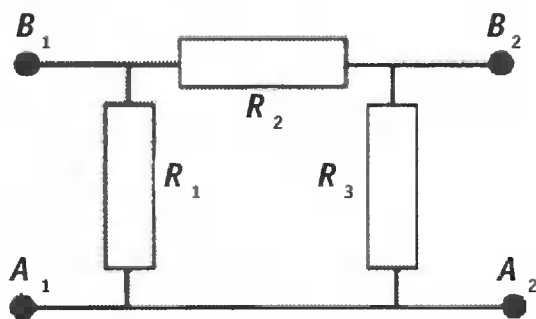

Рис. 5
10. Три резистора включены в электрическую цепь, показанную на рис. 5. Если между точками  $A_1$  и  $B_1$  подать напряжение 30 В, то напряжение на сопротивлении  $R_3$  окажется равным 15 В. Если напряжение 60 В подать между точками  $A_2$  и  $B_2$ , то напряжение на сопротивлении  $R_1$  окажется равным 30 В. Определите сопротивление резисторов  $R_1$ ,  $R_2$  и  $R_3$ , если известно, что общее сопротивление цепи между точками  $A_1$  и  $B_1$  составляет 2 Ом.